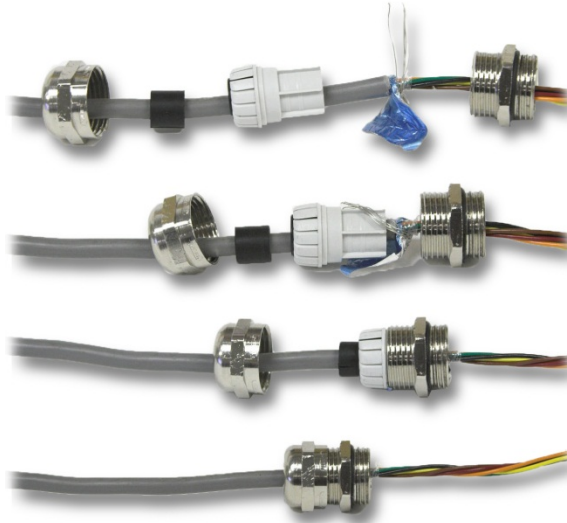

Abbildung 3-7: Endabschluss der Abschirmung am Kabelstutzen
- Bei allen geschirmten Kabeln (ausgenommen ist die Verkabelung der Stromschleifenschnittstelle) sollte die Abschirmung, wie in Abbildung 3-7 dargestellt, am Kabelstutzen enden. Breiten Sie die Schirmungsdrähte aus und vergewissern Sie sich, dass eine ausreichende Menge Schirmungsdraht für einen guten Kontakt mit dem Metallteil des Stutzens vorhanden ist.